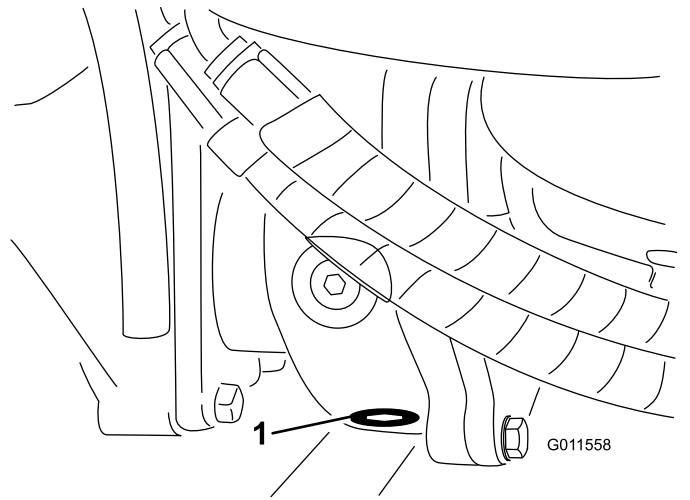

Figura 92
5. Pulite l'area circostante il tappo di spurgo sul fondo della scatola degli ingranaggi (**Figura 92**).